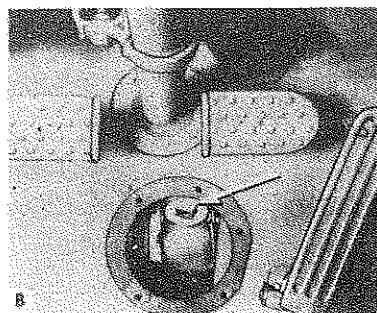

Fig. 15
- j. Kontroller vædskestanden i bremsevædskebeholderen, og fyld op, hvis det er nødvendigt. Bremsevædsken må ikke stå højere end 10 mm fra påfyldningshullets overkant. (fig. 15)